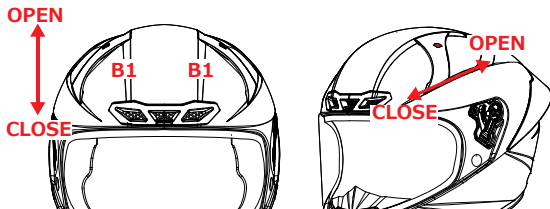

図 5
フロントサイドエアインテーク - B1 - 図 5
- 図 5: カーソルを上側に動かしてエアインテークを開きます。カーソルを下側に動かしてエアインテークを閉じます。